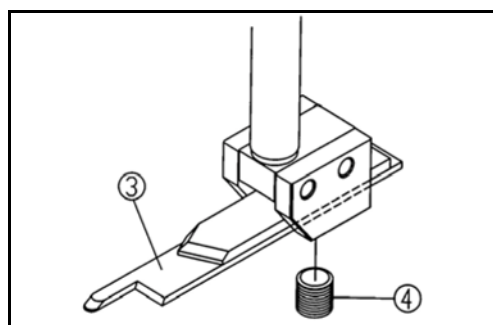

Рис. 21
Для обеспечения стандартного положения верхнего ножа ③ установите верхний конец ножа ③ и нижний нож входили в зацепление, на величину 0.5 мм, когда верхний нож ③ находится в крайнем положении слева (Рис. 21).
Ослабьте винты ④ и ⑤, чтобы отрегулировать нижний и верхний ножи, соответственно (Рис. 21).